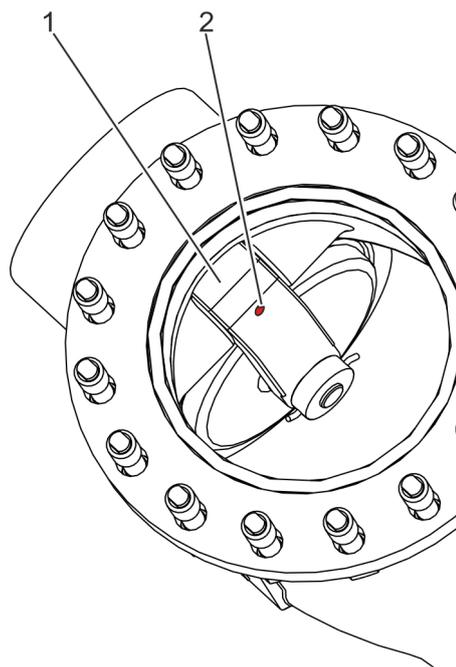

Fig. 32: Retrait de l'anneau de levage
- 17.** ➤ Dévisser l'anneau de levage de l'alésage (Voir la Fig. 32/2) dans le levier de la plaque (Voir la Fig. 32/1).